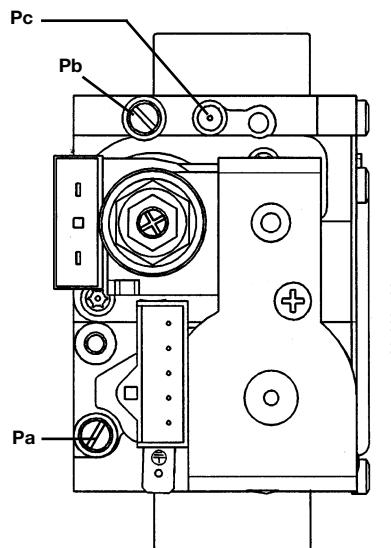

Figura 12
As modalidades de calibragem do regulador de pressão são ligeiramente diferentes conforme o tipo de válvula do gás utilizada (HONEYWELL ou SIT vide figura 12).
- ligue a tomada de pressão positiva de um manómetro diferencial, possivelmente de água, à tomada de pressão (Pb) da válvula do gás (Figura 12). Ligue, apenas para os modelos de câmara estanque, a tomada negativa do mesmo manómetro a um "T" adequado, que permita ligar a tomada de compensação da caldeira, a tomada de compensação da válvula do gás (Pc) e o próprio manómetro. (Uma medição igual pode ser efectuada ligando o manómetro à tomada de pressão (Pb) e sem o painel frontal da câmara estanque); Uma medição da pressão nos queimadores efectuada com métodos diferentes dos apresentados poderia resultar falseada, pois não teria em conta a depressão criada pelo ventilador na câmara estanque.
- certifique-se de que a pressão dinâmica de alimentação da caldeira, medida na tomada de pressão (Pa) da válvula do gás (Figura 12) é a correcta (37 mbar para o gás propano ou 20 mbar para o gás natural).